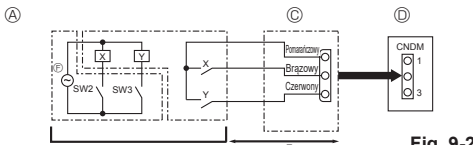

Fig. 9-2
9.2. Funkcja zapotrzebowania (modyfikacja wykonana w miejscu przeznaczenia) (Fig. 9-2)